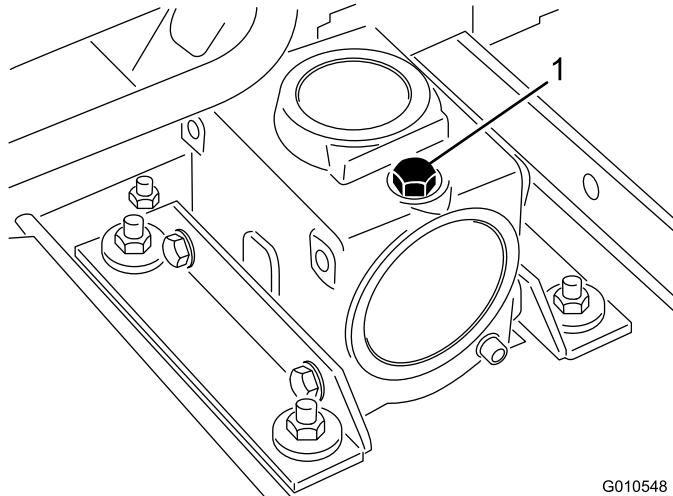

Figure 10
2. Retirez le bouchon de remplissage-jauge au sommet du boîtier d'engrenages (Figure 10) et vérifiez que le niveau de lubrifiant se situe entre les repères sur la jauge. Si le niveau de lubrifiant est bas, ajoutez suffisamment de lubrifiant pour faire monter le niveau entre les repères.